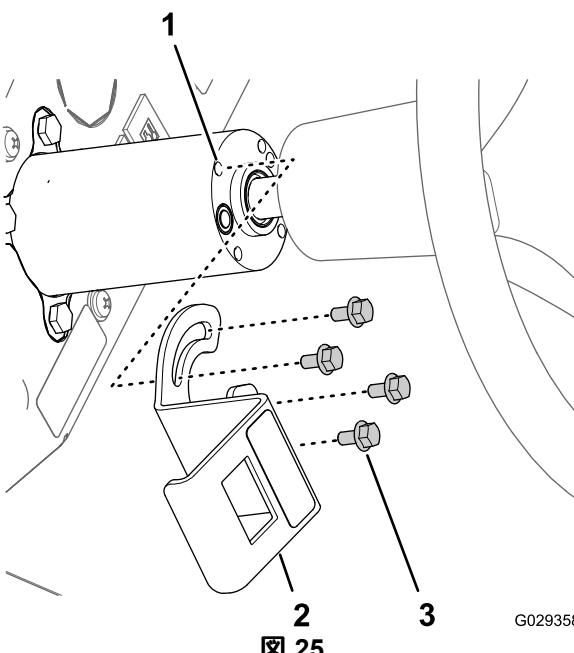

図 25
- 泡制御スイッチ用の取り付けブラケットのスロットを、ステアリングコラムにある4本のねじ山付きインサートに合わせる図 25。
- ブラケットの開口部に8口コネクタを通して、3ポジション・パドルスイッチの裏側にあるピン 図 25 に接続する 泡制御スイッチ。